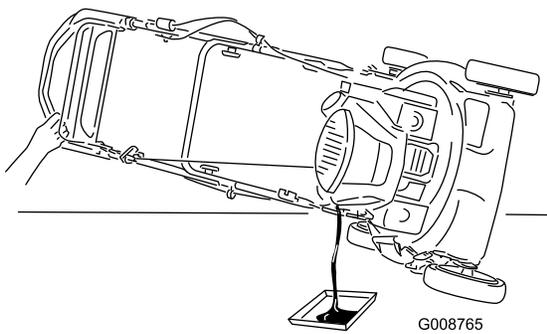

Рисунок 42
- Переверните газонокосилку на одну сторону таким образом, чтобы воздушный фильтр был направлен вверх, для слива отработанного масла через маслозаливную горловину (Рисунок 42).